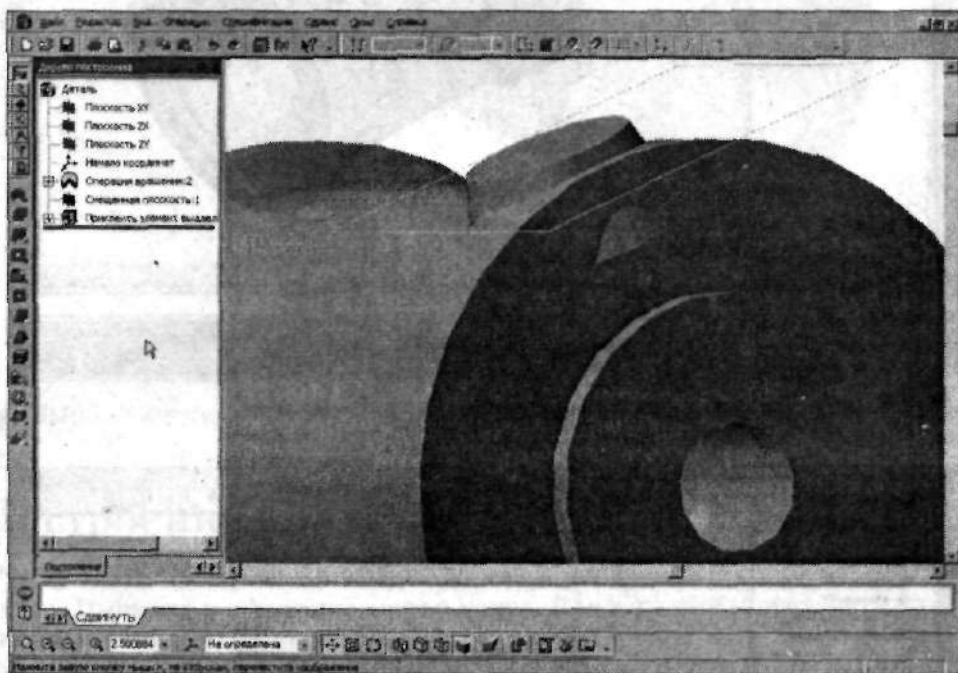

Рис. 2.108. Создание эскиза конуса
4. Выйдите из режима редактирования эскиза. На панели **Редактирование детали** щелкните по кнопке **Приклеить выдавливанием**, на **Панели свойств** на вкладке **Параметры** выберите направление выдавливания — **Обратное направление**, **Расстояние 2 — 12 мм**, **Уклон 2 — Уклон наружу**, **Угол 2 — 15°**. На вкладке **Тонкая стенка** выберите **Тип построения тонкой стенки — Нет**. Щелкните по кнопке **+** (**Создать объект**) — конус создан. Но есть одна маленькая неприятность. Дело в том, что небольшая часть конуса видна с торца (рис. 2.108), а в оригинале этого не предполагалась.